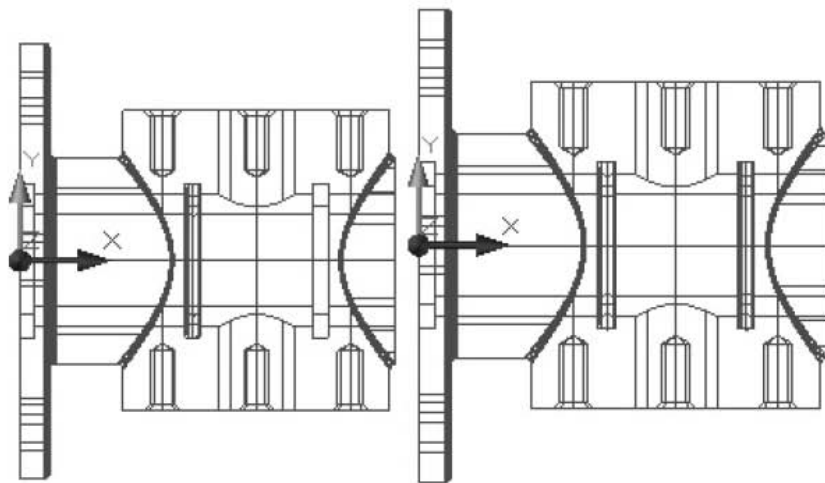

Рис. 12.44. Вставлены оба кольца
11. Скопируйте вставленное кольцо в следующий паз с перемещением по оси X на 34 мм (рис. 12.44).